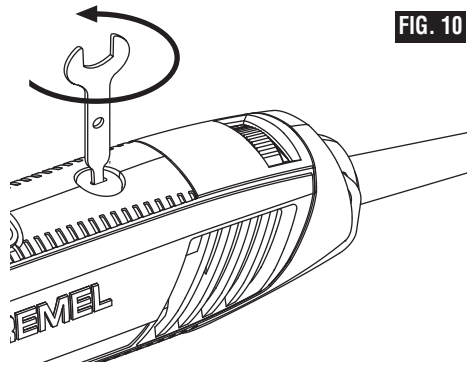

FIG. 10
1. Après avoir débranché le cordon d'alimentation, placez l'outil sur une surface propre. Utilisez l'extrémité tournevis de la clé fournie pour retirer les couvercles des balai en tournant dans le sens inverse des aiguilles d'une montre (Fig. 10).